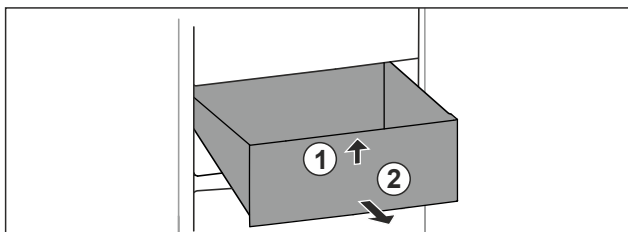

Fig. 96
- Nosta vetolaatikon etuosaa ylös. Fig. 96 (1)
- Poista vetolaatikko vetämällä eteenpäin. Fig. 96 (2)